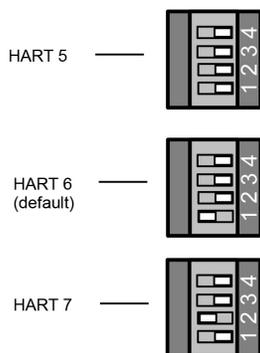

Figura 41: Interruptor DIP para configuración HART
- 3. Con un instrumento limpio y no conductivo, cambie la posición del interruptor DIP de acuerdo a la Figura 41: Interruptor DIP para configuración HART. Después de cambiar el interruptor DIP, el posicionador reconocerá inmediatamente el nuevo protocolo de comunicación HART.